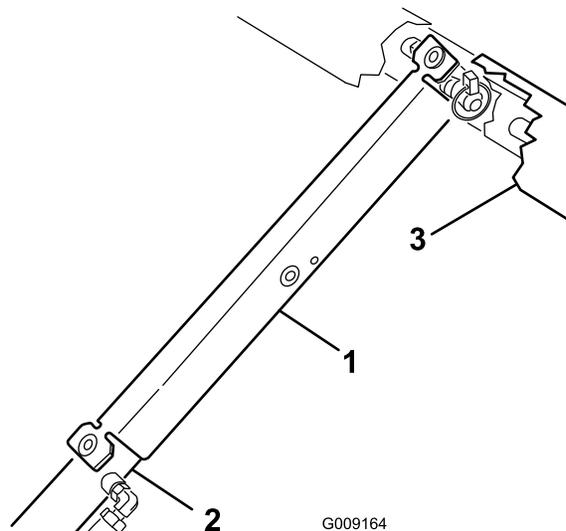

Рисунок 32
3. Насадите опору кузова на шток гидроцилиндра так, чтобы концевые выступы опоры опирались на торец корпуса гидроцилиндра и на конец штока гидроцилиндра (Рисунок 32).